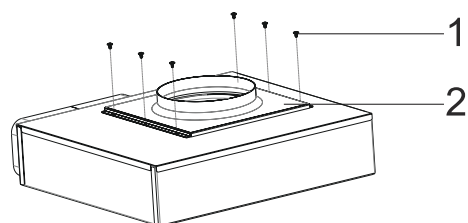

Fig. 17
- Fjern de 6 skruer og afmontér nu aftrækspladen (Fig. 17).